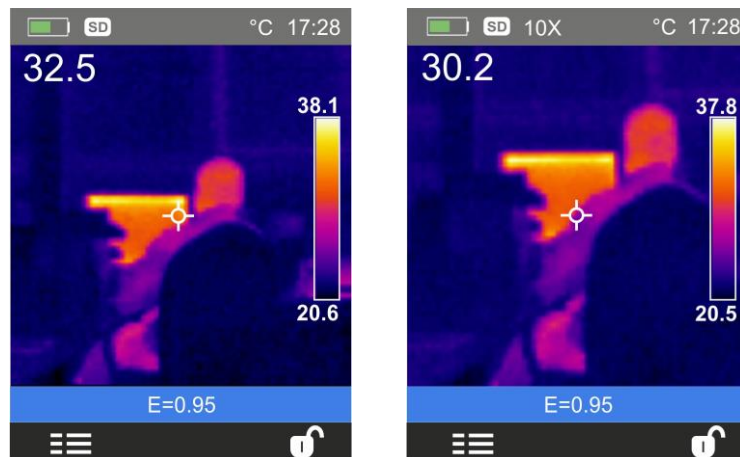

Abb. 6: Einstellung des Zooms des Bildes
1. Rahmen Sie den zu messenden Gegenstand ein (siehe Abb. 6 – Linke Seite) und drücken Sie die  Taste sooft wie Sie das Bild zoomen möchten. Jedes mal, wenn Sie die Taste drücken, zoomen Sie das Bild um 10% heran. Das Gerät gibt den Wert des Zooms auf der Oberseite des Displays an (siehe Abb. 6 – Rechte Seite in Bezug auf ein x10 Zoom). Es stehen folgende Optionen zur Verfügung: **1x ÷ 32x**